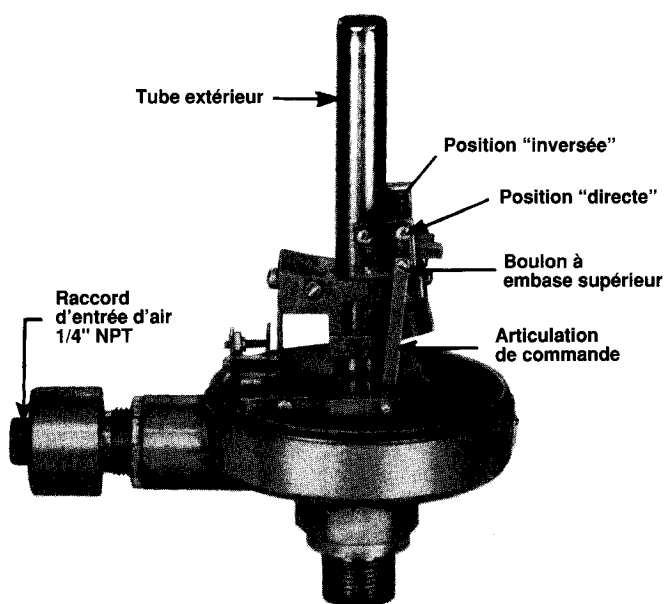

Figure 3
1. La commande peut être inversée en démontant le boulon à embase supérieur de l'articulation de commande et en passant de la position directe (D) à la position inversée (R) comme indiqué dans la **figure 3**.